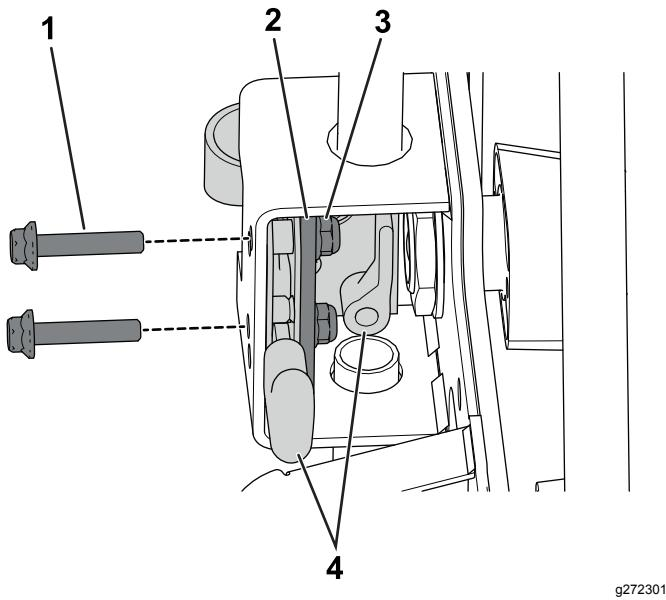

Figura 1
- Rimuovete i bulloni, la piastra di supporto e i dadi che fissano il gruppo fermo al supporto della stegola (Figura 1).
6. Montate il gruppo fermo sul supporto della stegola utilizzando la bulloneria rimossa al passaggio 1; fate riferimento a **Figura 1**.